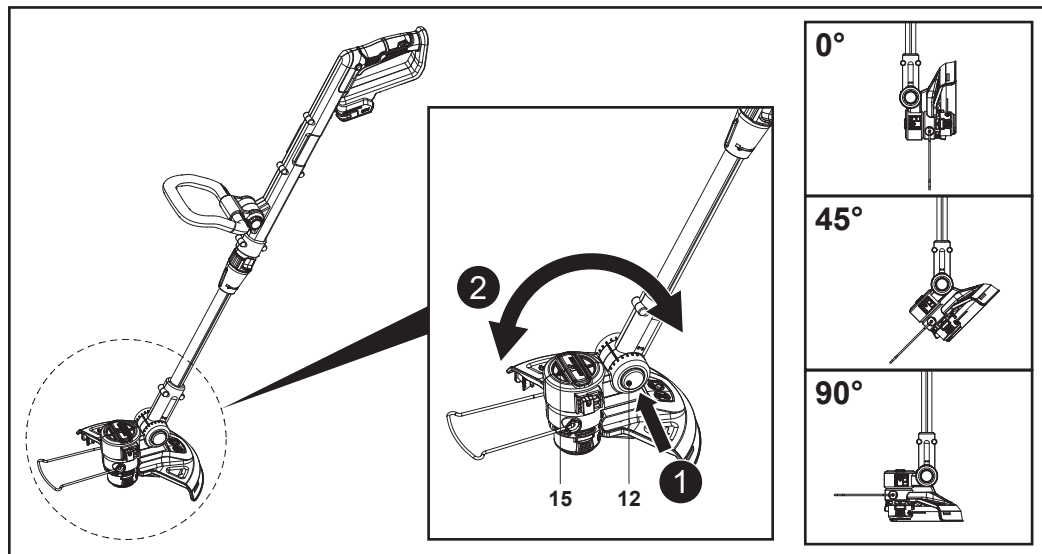

Fig. 7
i **NOTA:** El cabezal de corte (15) puede ajustarse en 7 posiciones (0°, 15°, 30°, 45°, 60°, 75° y 90°) (Fig. 7).
1. Presione el bloqueo del cabezal de corte (12) (Fig. 7).
2. Ajuste el ángulo del cabezal de corte (15) (Fig. 7).
3. Suelte el bloqueo del cabezal de corte (12).
4. Asegúrese de que el cabezal de corte (15) queda bloqueado en su posición.